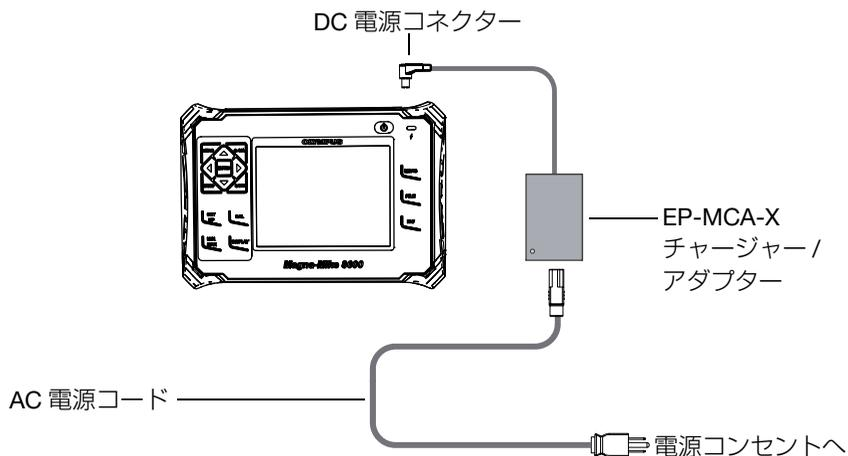

図 1-8 チャージャー/アダプターの接続
1. チャージャー/アダプタに AC 電源コードを接続した後、適切な電源コンセントに接続します (32 ページ図 1-8 参照)。